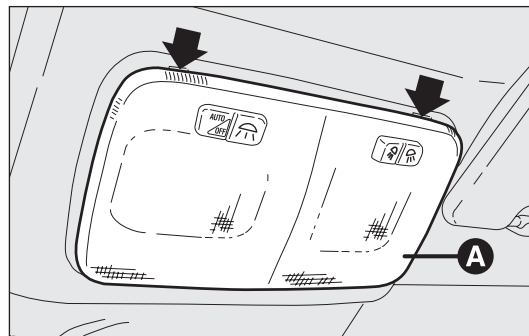
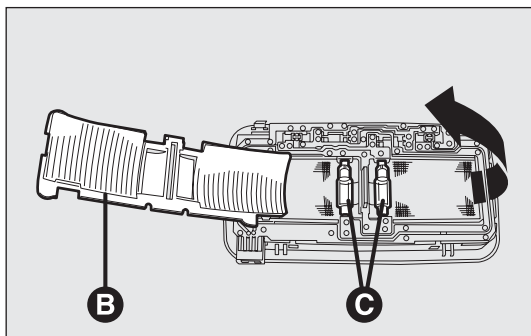

fig. 205
fig. 206
- agir sur les points indiqués par les flèches et enlever le plafonnier A-fig. 205;
- ouvrir la trappe de protection B-fig. 206 ;
- remplacer les ampoules C-fig. 206 en les dégageant des contacts latéraux et en s'assurant que les nouvelles ampoules sont correctement bloquées entre les contacts ;
- refermer la trappe B-fig. 206 et fixer le plafonnier A-fig. 205 dans son logement, puis vérifier qu'il soit bien bloqué.